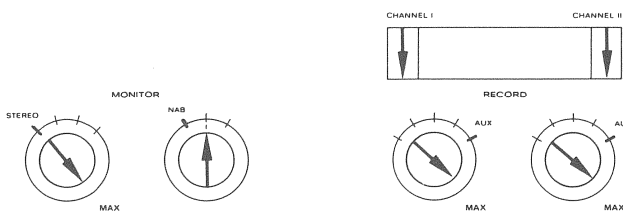

Fig. 6.5-66
- Set controls per fig. 6.5-66.